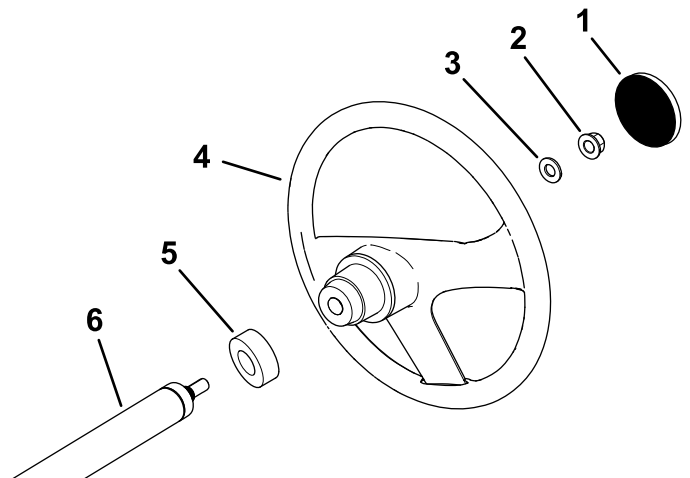

Bild 3
- Nehmen Sie die Abdeckung (falls vorhanden) von der Nabe des Lenkrads ab (**Bild 3**).
- Entfernen Sie die Sicherungsmutter (1/2") von der Lenkwelle (**Bild 3**).
- Schieben Sie das Lenkrad, die Staubabdeckung und die Scheibe (1/2") auf die Lenkwelle (**Bild 3**).
- Befestigen Sie die Abdeckung am Lenkrad (**Bild 3**).